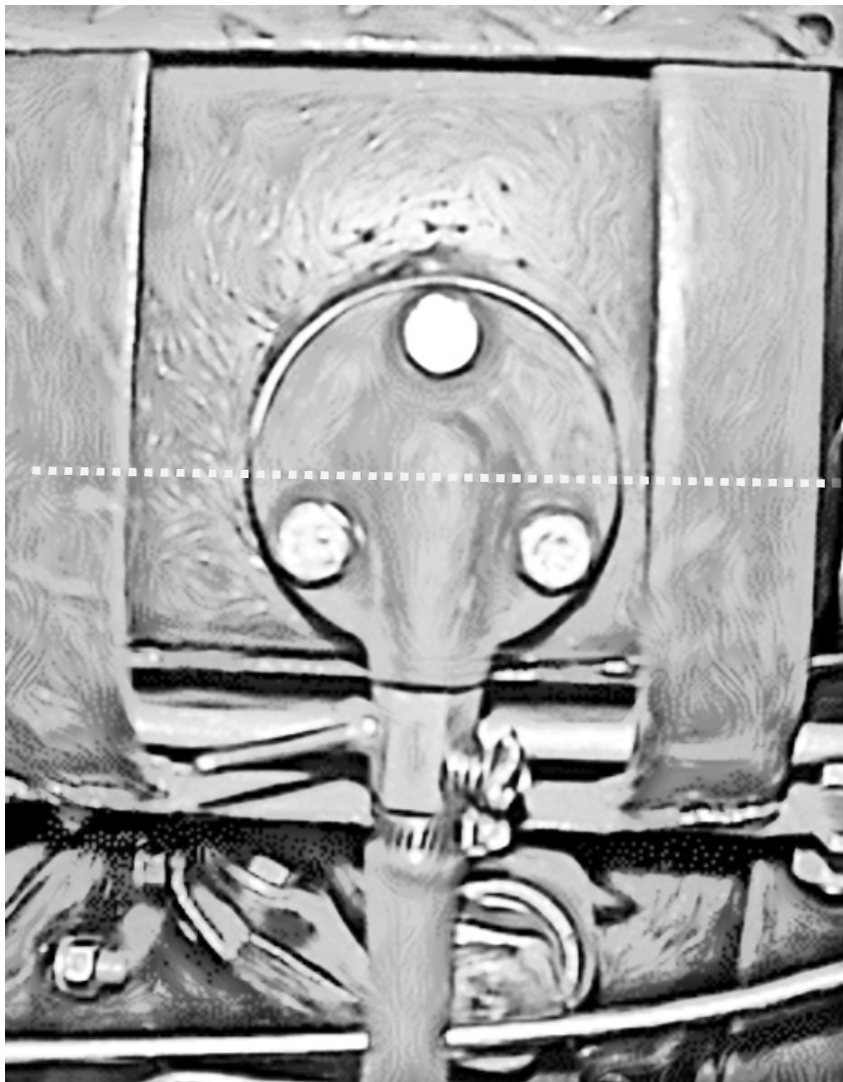

Рис.3-1. Патрубок подачи топлива
5. Залить топливо в бак. Уровень топлива в баке должен всегда превышать уровень расположения патрубка подачи топлива (рис. 3-1) для исключения попадания воздуха в топливную систему. Рекомендуется залить топлива не менее половины бака.
1) залейте в бак топливо выше уровня расположения патрубка подачи топлива (рис. 3-1);